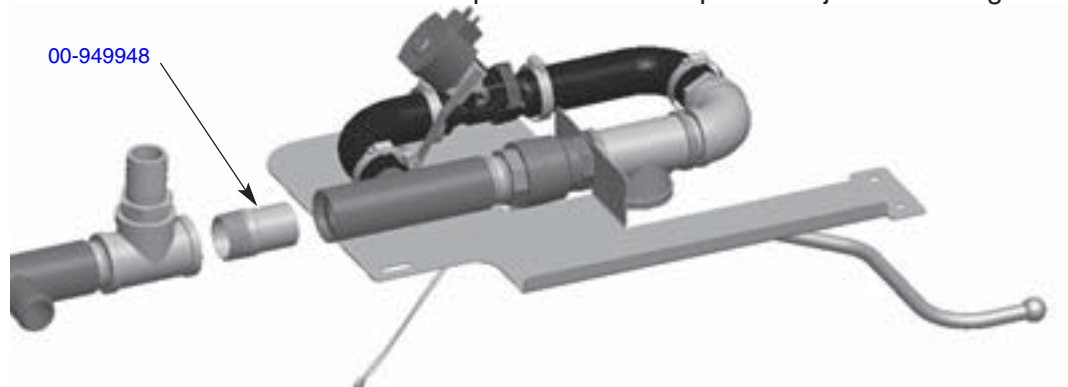

Fig. 12
6. Retirez la pièce fileté tournée vers le bas (00-949948) du raccord en T de l'extrémité de déchargement et remplacez-la par un bouchon de tuyau au filetage NPT inclus avec la livraison. La pièce 00-949948 peut être jetée. Voir Fig. 12.